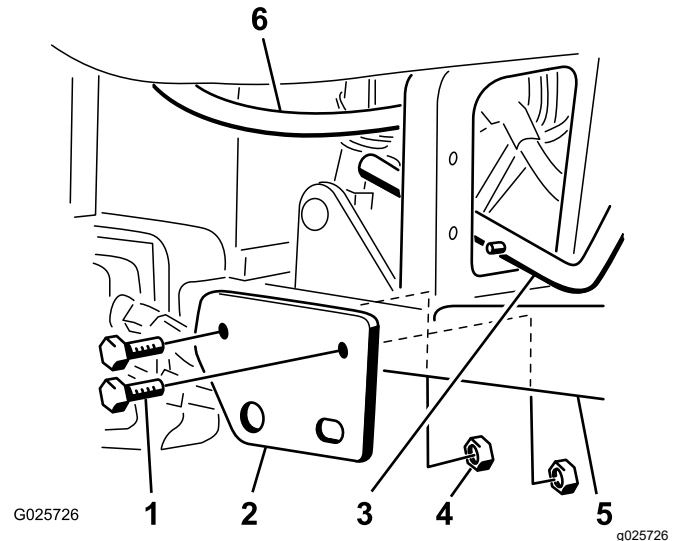

Figura 2
5. Instale el soporte de montaje de la palanca de elevación del escarificador en los tubos del reposapiés derecho con 2 pernos (1/2" x 3 1/4") y contratuercas finas (1/2"), como se muestra en la *Figura 2*.
Nota: Debe haber un espacio mínimo de 3 mm (1/8") entre el tubo hidráulico y el conjunto de la palanca de elevación. Coloque el tubo hidráulico con cuidado en la posición correcta (Figura 2).